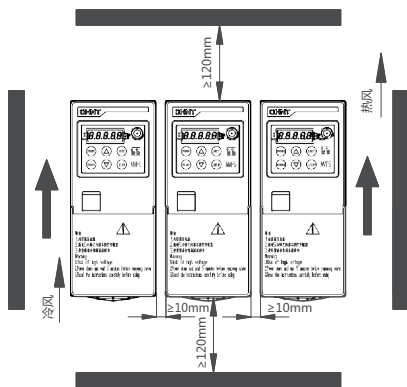
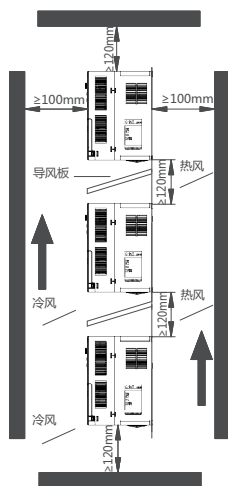

图3-1 变频器安装示意图
图3-2 多台变频器垂直安装
- c) 使用变频器时，请注意安装间距及距离要求，如图 3-1 和图 3-2 多台并列安装和多台垂直安装示例。